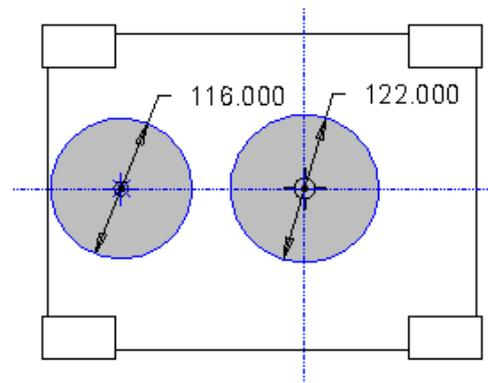

Abb. 8 Skizze Aussparung Lagerdeckel zweite Seite
- ▶  Profil ▶ Skizzierebene: E\_RECHTS oder E\_LINKS ▶ Skizze siehe Abb. 8. ▶  Material entfernen ▶  Tiefe: 10 mm